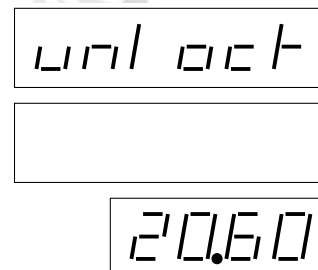

Рис. 28 Блокировка выдачи топлива
- „UNLOCK“ для установки блокировки выдачи топлива, см. рис. 28, меню отобразится только в том случае, если блокировка выдачи топлива активная.